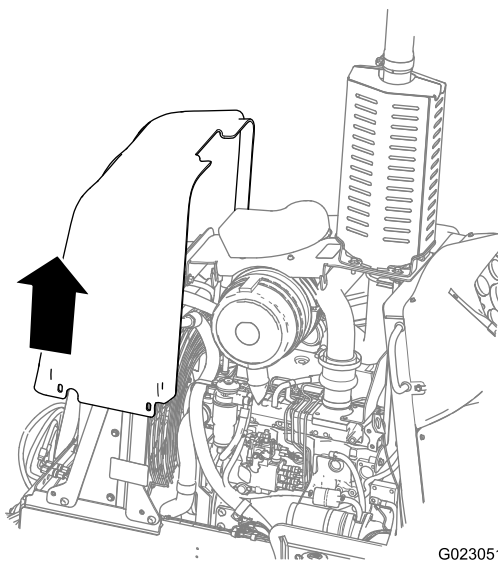

Bild 41
4. Heben Sie die Motorhaube an und nehmen Sie sie von der Maschine ab (Bild 41).
2. Senken Sie die Motorhaube auf die Maschine ab (Bild 41).